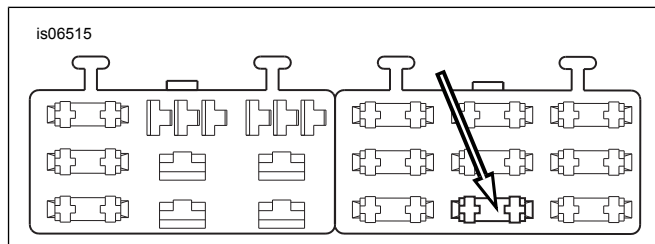

Figure 9. Cavité du bloc fusibles « OPEN » (ouverte) (Dyna 2004 et plus récents)
4. Voir Figure 9. Repérer la cavité de fusible (1) marquée « OPEN » (ouverte) sur le couvercle du bloc fusibles dans le bloc fusibles de droite. Il doit exister un fil attaché à un côté de ce circuit, mais aucun fil ou fusible connecté n'est présent. Insérer la borne sur le fil adaptateur orange/blanc jusqu'au fond. Examiner une autre borne posée à l'usine pour effectuer une comparaison et s'assurer de l'orientation et la profondeur correctes.